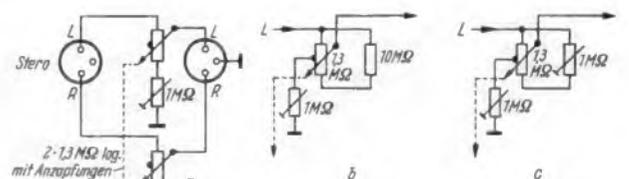

Bild 5. Schaltung zum Einblenden einer Mono-Information in eine Stereo-Anlage
z. B. dem rechten. Bild 5 zeigt eine diesbezügliche Schaltung mit Variationen. In Bild 5a sehen wir im rechten Kanal ein Umblendpotentiometer, mit dem die Ansage eingeblendet wird, und im linken Kanal einen Teil des Tandem-Potentiometers, der als Lautstärkereglere geschaltet ist. Steht der Schleifer beider Potentiometerteile oben, so wird das Stereo-Programm wiedergegeben; dreht man nach unten, so wird im rechten Kanal die Ansage wiedergegeben, während im linken Kanal die Lautstärke bis auf einen durch das Trimpotentiometer vorgeschriebenen Wert sinkt. In Bild 5b und c werden andere Schaltungsvarianten des Lautstärkereglers gezeigt. So ist in Bild 5b das Trimpotentiometer an die Mittelanzapfung gelegt, so daß die Lautstärke etwa gleichbleibt, sobald die Mitte überschritten ist. In Bild 5c steigt die Lautstärke nach der Überschreitung der Mitte wieder an. Da alle diese Schaltungen die beiden Stereo-Kanäle unterschiedlich belasten, sollte man in der vorhergehenden Stufe eine Balance-Einstellung vorsehen, um Unsymmetrien zu vermeiden.